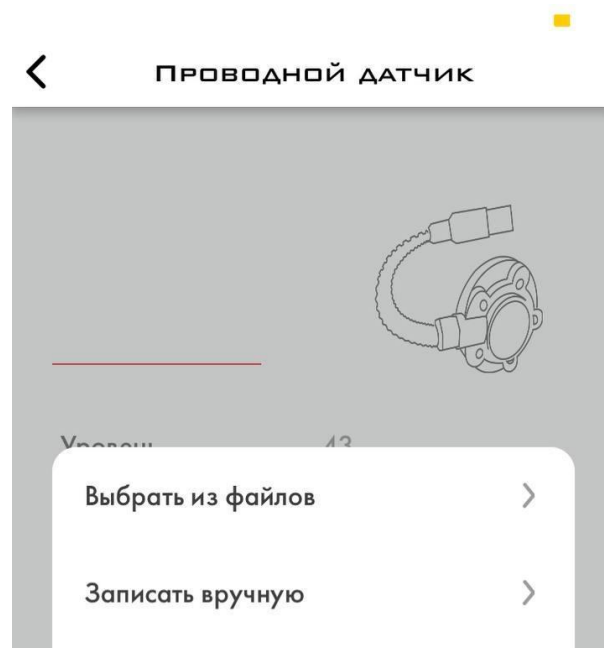
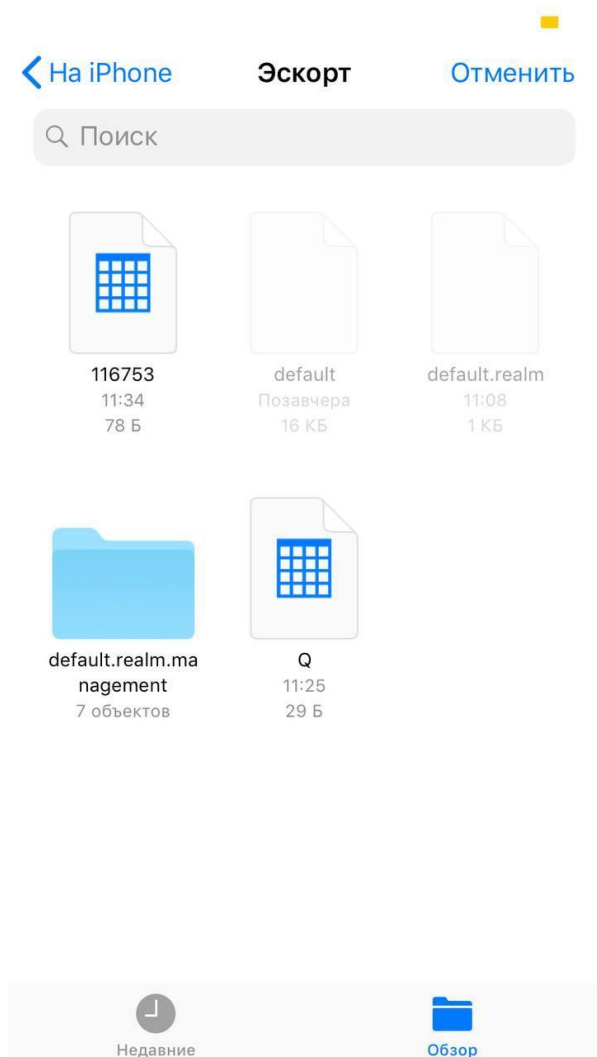
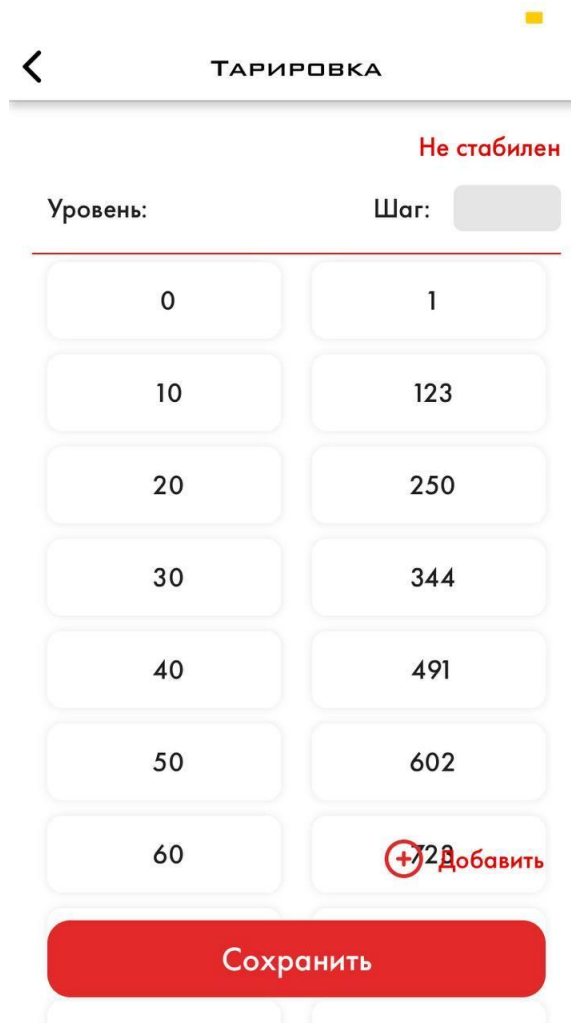

Рис. 48 Добавление таблицы
Рис. 49 Выбор файла из памяти смартфона
Рис. 50 Таблица добавлена. Нажмите Сохранить
2.7.4 Чтобы импортировать таблицу из файла, выберите вариант **Выбрать из файлов** (Рис. 48). Затем найдите нужную таблицу на своем смартфоне и выберите ее (Рис. 49). После этого вы можете изменить содержимое таблицы, если это необходимо. Нажмите **Сохранить**, чтобы сохранить таблицу в памяти Индикатора (Рис. 50). Повторите процедуру для каждого датчика.